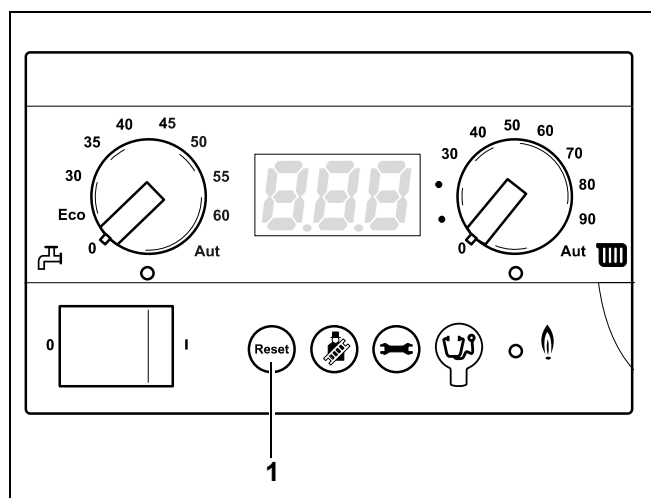

Fig. 25 BC10 – Tasta "Reset"
- Apăsați tasta "Reset" (Fig. 25, **poz. 1**) timp de 5 secunde pentru a remedia deranjamentul.